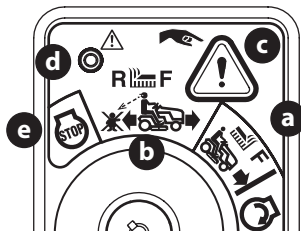

Figura 26
2. Gire la llave de encendido de la posición CORTE NORMAL (a) a la posición MODO PRECAUCIÓN MARCHA ATRÁS (b) del interruptor de encendido (Figura 26).
3. Presione y sostenga el botón MODO PRECAUCIÓN MARCHA ATRÁS (c) que está en la esquina superior derecha del módulo de encendido durante 3 segundos. La luz indicadora roja (d) que está en el ángulo superior izquierdo del módulo de encendido se mantendrá ENCENDIDA mientras esté activada (Figura 26).
- Una vez activada (luz indicadora ENCENDIDA), se puede operar el tractor en marcha atrás con la PTO (enganche de cuchillas) en la posición acoplada (ON).
- Siempre mire hacia abajo y hacia atrás antes y mientras se desplaza lentamente en marcha atrás, para asegurarse de que no haya niños en el área. Luego de retomar la marcha hacia adelante, vuelva la llave a la posición de CORTE NORMAL (a) para volver a la operación de corte normal (Figura 26 en la página 58).
- La llave se coloque ya sea en la posición CORTE NORMAL (a) o la posición STOP (detención) (e) (Figura 26).